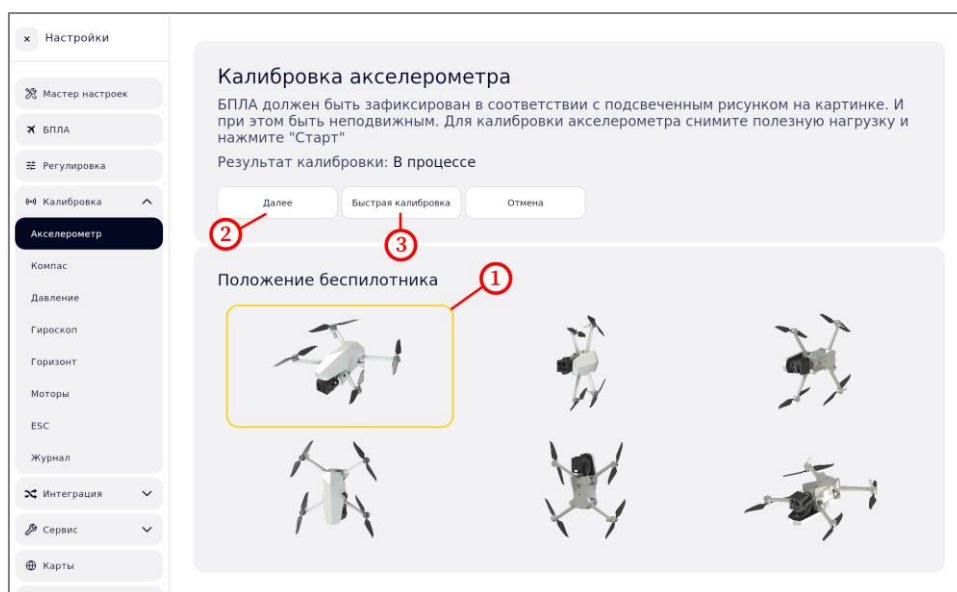

Рисунок 41 – Калибровка акселерометра
2. Провести калибровку в соответствии с изображениями (рисунок 41):
2. Нажать на кнопку «Быстрая калибровка» (рисунок 41, шаг 3). Калибровка выполнится автоматически.